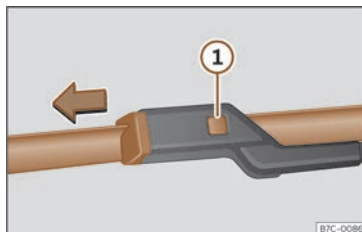

Abb. 187 Scheibenwischerblätter vorne auswechseln.
- Die Entriegelungstaste >>> (Abb. 187) ① gedrückt halten und gleichzeitig das Scheibenwischerblatt vorsichtig in Pfeilrichtung abziehen.